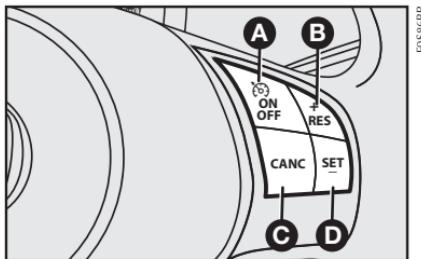

fig. 38
Presionar el botón ON/OFF A-fig. 38. La luz indicadora  se enciende en el painel.
**ADVERTENCIA:** en caso de funcionamiento defectuoso del sistema de control de velocidad o mal funcionamiento del mismo, apagar el sistema por medio del botón A-fig. 38 y dirigirse a la Red de Asistencia Fiat.
Activar el sistema mediante el botón **ON/OFF**. Cuando el vehículo alcance la velocidad deseada, presionar el botón **SET - D-fig. 38** y en seguida soltar el acelerador; el vehículo operará a la velocidad seleccionada.
Un toque suave en el pedal de freno, una presión de freno normal o presionar el botón **CANC - C-fig. 38** produce la desaceleración del vehículo y la desactivación del piloto automático, sin borrar la última memoria de velocidad.
Para alcanzar la velocidad definida anteriormente, presionar el botón **RES + B-fig. 38** y soltarlo. Este recurso puede ser utilizado en cualquier velocidad por encima de 40 km/h.
Cuando la velocidad del piloto automático ya está definida, se puede aumentar la velocidad, presionando el botón **RES + B-fig. 38**. Si el botón es continuamente presionado, la velocidad aumenta hasta que el botón es liberado, seleccionando luego el nuevo control.
Presionando el botón **RES + B-fig. 38** una vez, la velocidad definida aumenta 2 km/h. Cada toque subsiguiente aumenta en 2 km/h la velocidad predefinida.
Presionando el botón **SET - D-fig. 38** una vez, la velocidad definida disminuye 2 km/h. Cada toque subsiguiente aumenta en 2 km/h la velocidad predefinida.